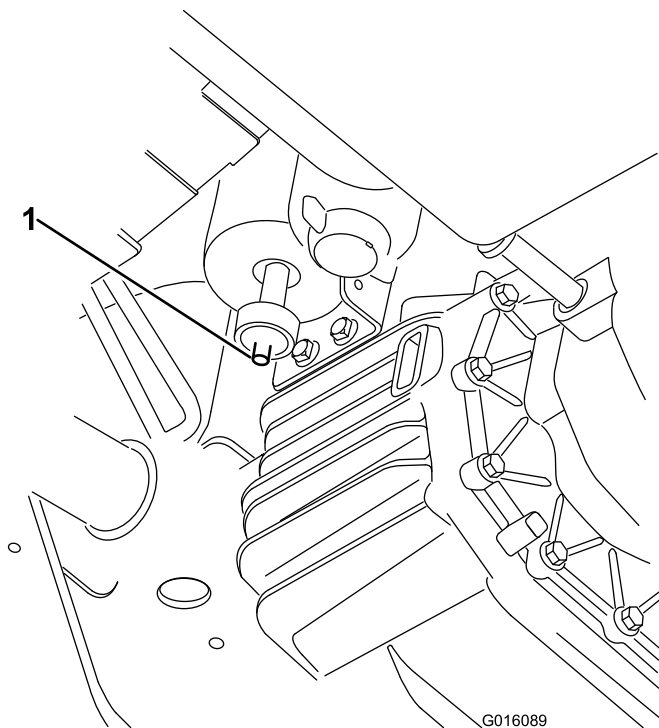

Figura 43
1. Posizionate il filtro dell'aria nella parte inferiore del canister a carboni attivi (Figura 43).